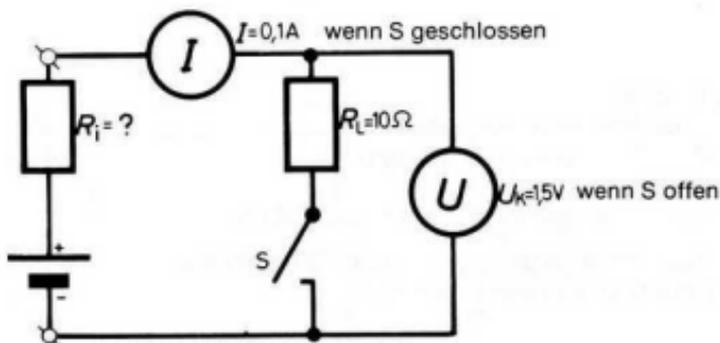

Bild 20
- Bestimmen Sie in Bild 20 den Innenwiderstand des Elementes. Sie messen mit einem Voltmeter, das einen sehr hohen Innenwiderstand aufweist, eine Leerlaufspannung von 1,5 V. Sobald Sie das Element mit einem Belastungswiderstand von 10 Ohm belasten, fliesst ein Strom von 0,1 A.